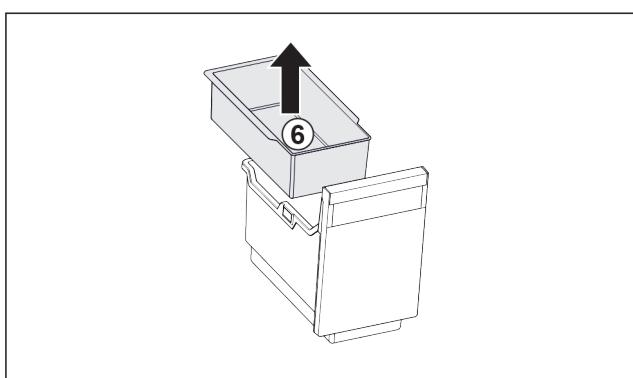

Fig. 34
- Извлеките Fig. 34 (6) подвесной лоток.